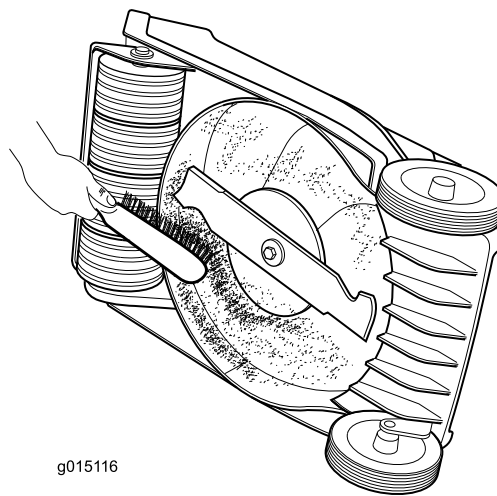

Figura 17
- Limpie la parte inferior de la carcasa de la máquina. Retire la suciedad y los recortes de hierba con un cepillo o un rascador de madera dura (Figura 17).